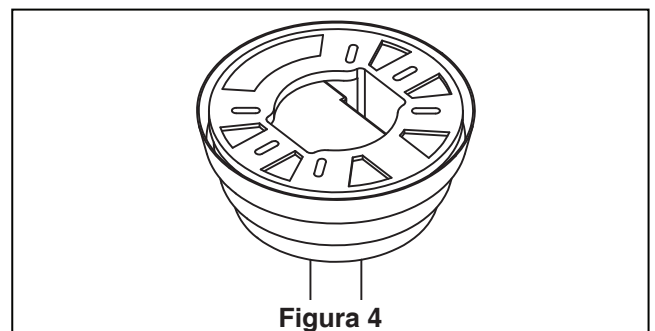

Figura 4
3. Una vez que se ha realizado la conexión, deslice el receptor en el soporte del colgador, teniendo cuidado de no pillar los cables. El dosel cubrirá el receptor y el soporte del colgador. (Figura 4)